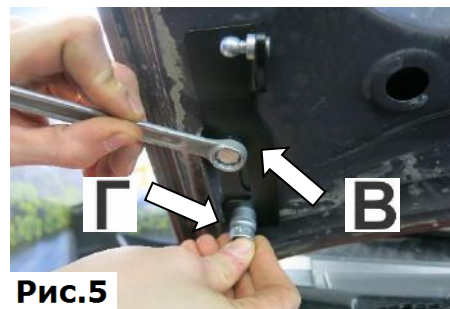

Рис.5
5. Закрепить кронштейн болтом М8х20 с шайбой 8 (В). Торцевой головкой №12 центровать вырез кронштейна относительно нижнего болта крепления капота (Г). Затянуть болт М8х20 торцевой головкой №13 с усилием 23 Нм, (Рис.5).